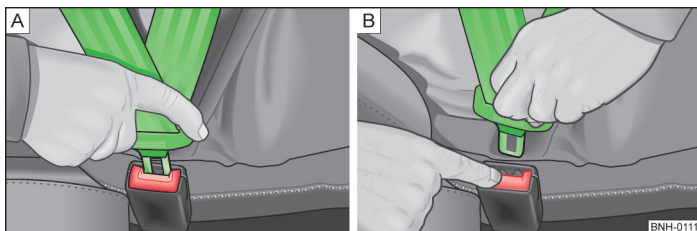

Fig. 89 Sådan spændes sikkerhedsselen. / Sådan tages sikkerhedsselen af.
- Stik låsetappen ind i den selelås, der hører til den pågældende siddeplads » Fig. 89 – [A]. Du skal kunne høre, at den går i hak.
- Tryk på den røde knap i selelåsen » Fig. 89 – [B]. Låsetappen springer ud.